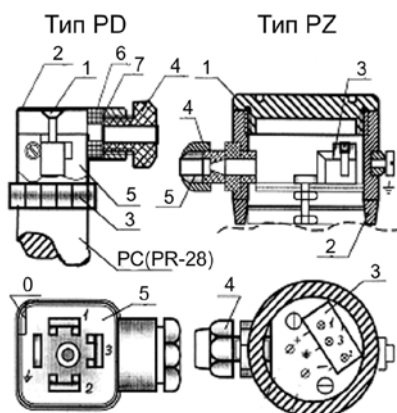

Рисунок 4 - Внешний вид электрических присоединений
8.16 Для электрического присоединения с разъёмом типа PD (штепсельный разъём) (см. рисунок 4, приложение В) необходимо:
8.18 Для электрического присоединения с разъёмом типа PZ (см. рисунок 4, приложение В) необходимо: